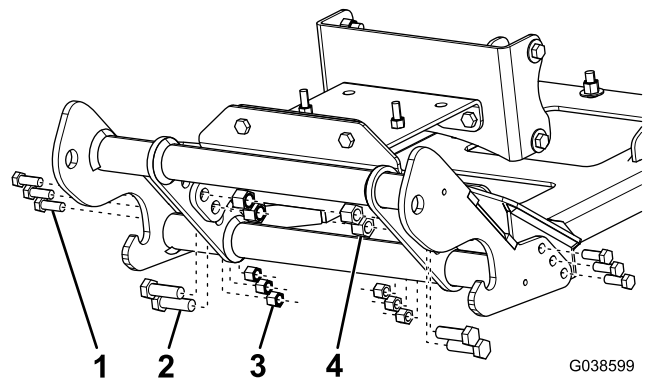

Figure 6
9. Fixez la barre de poussée à la plaque de protection du chasse-neige au moyen de 4 boulons (1/2 po), 4 contre-écrous (1/2 po), 6 boulons (3/8 x 1 po) et 6 contre-écrous (3/8 po), comme montré à la Figure 6.